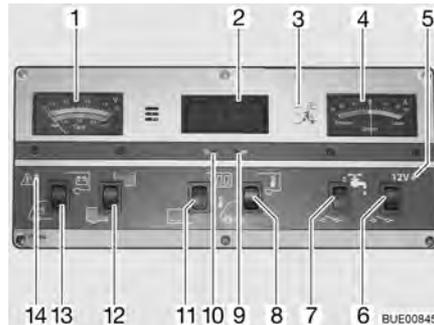

Fig. 134 Panel IT 994
Observar la escala superior del instrumento indicador V/depósito (Fig. 134,1). El instrumento indicador se ilumina automáticamente al accionar el interruptor.
- Pulsar el interruptor basculante (Fig. 134,13) por abajo: Indica la tensión de la batería del motor de arranque.
- Pulsar el interruptor basculante (Fig. 134,13) por arriba: Indica la tensión de la batería del habitáculo.
Observar la escala inferior del instrumento indicador V/depósito (Fig. 134,1). El instrumento indicador se ilumina automáticamente al accionar el interruptor.
- Pulsar el interruptor basculante (Fig. 134,12) por arriba: Indica la cantidad de agua.
- Pulsar el interruptor basculante (Fig. 134,12) por abajo: Indica la cantidad de aguas residuales.
La luz roja de ALARMA (Fig. 134,14) parpadea en cuanto la tensión de la batería del habitáculo baja de 11 V (medición durante el servicio) y hay peligro de descarga completa.
- Pulsar el interruptor basculante (Fig. 134,11) por arriba: El indicador del reloj digital está conectado. El indicador de temperatura está listo para funcionar.
- Pulsar el interruptor basculante (Fig. 134,11) por abajo: El indicador del reloj digital y el indicador de temperatura están desconectados.
- Con ayuda de un objeto delgado, p. ej. una mina de bolígrafo, hacer presión en el orificio para horas (Fig. 134,10) hasta obtener la hora deseada.
- Con ayuda de un objeto delgado, p. ej. una mina de bolígrafo, hacer presión en el orificio para minutos (Fig. 134,9) hasta obtener los minutos deseados.
- Pulsar el interruptor basculante (Fig. 134,8) por arriba: Indica la temperatura interior.
- Pulsar el interruptor basculante (Fig. 134,8) por abajo: Indica la temperatura exterior.
El instrumento indicador (Fig. 134,4) indica constantemente la corriente actual suministrada por la batería. El instrumento indicador se ilumina automáticamente al accionar el interruptor.
El interruptor principal de 12 V (Fig. 134,6) conecta y desconecta el panel y la alimentación de 12 V del habitáculo.
- Pulsar el interruptor basculante (Fig. 134,6) por arriba: La alimentación de 12 V del habitáculo está conectada. La luz de control (Fig. 134,5) se enciende de color verde.
Desconectar: ■ Pulsar el interruptor basculante (Fig. 134,6) por abajo: La alimentación de 12 V del habitáculo está desconectada. La luz de control (Fig. 134,5) se apaga.
Se enciende la luz de control de 12 V (Fig. 134,5) cuando se conecta el interruptor principal de 12 V (Fig. 134,6).
Se enciende la luz de control de 230 V (Fig. 134,3) amarilla cuando hay tensión de red en la entrada del bloque eléctrico.
Conectar: ■ Pulsar el interruptor basculante (Fig. 134,7) por arriba: El suministro de agua está conectado.
Desconectar: ■ Pulsar el interruptor basculante (Fig. 134,7) por abajo: El suministro de agua está desconectado.